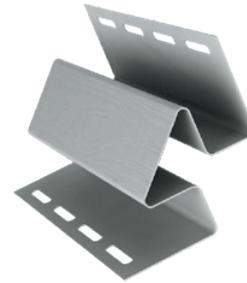

Рисунок 30.1
- стандартный внутренний угол (рис. 30.1).
- 13.6** Монтаж стандартного внутреннего угла (рис. 30.1) производится аналогично внутреннему углу из двух J-профилей и наружному углу, с соблюдением общих правил монтажа.